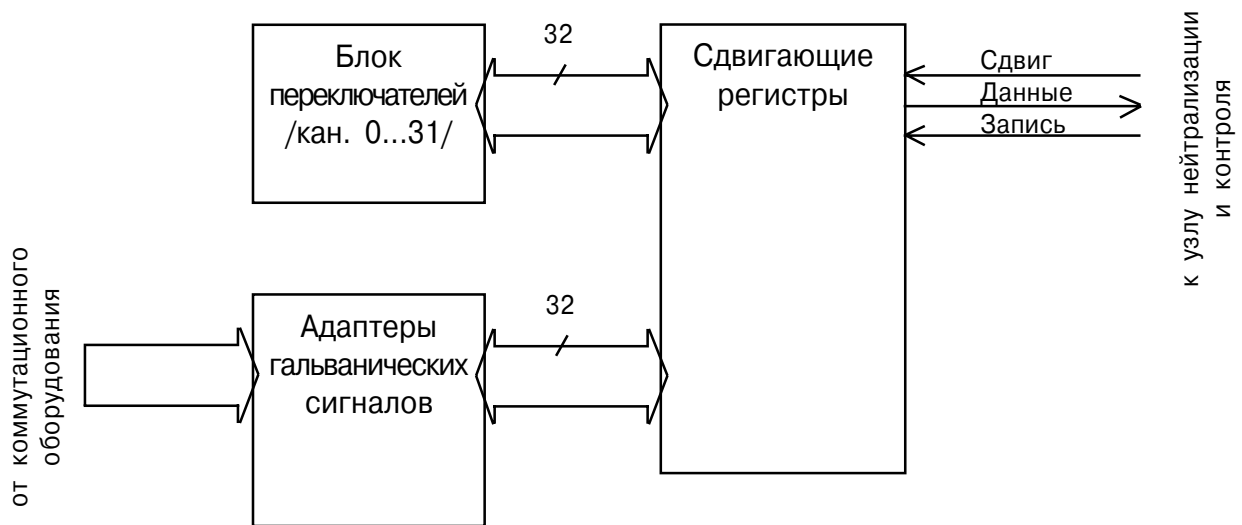

Рис.2.
8.2.1. Структурная схема платы нейтрализации приведена на рис.2.